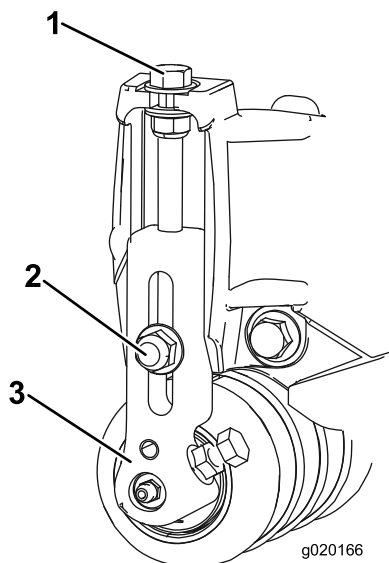

Figura 16
1. Afloje las contratueras que fijan los soportes de altura de corte a las chapas laterales de la unidad de corte (Figura 16).